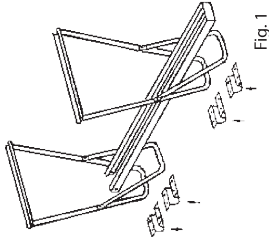

Fig. 1
1. Dopo aver aperto parzialmente a compasso i braccioli, capovolgere i due telai e sostenerli in posizione verticale (vedi fig.1).